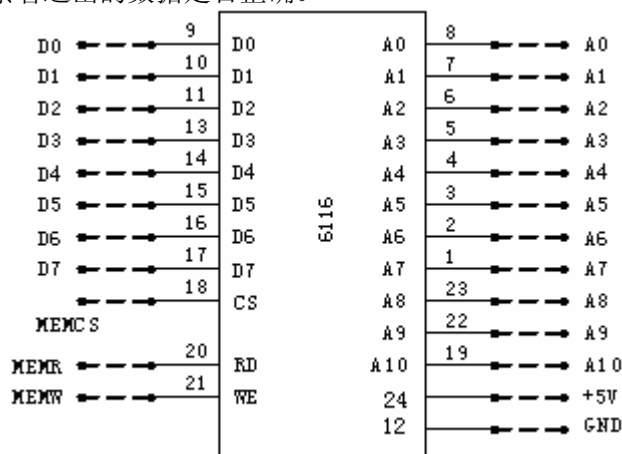

图 14-1
- 1、按照图14-1将实验箱通用插座D区6116连接好。编程将USB的6116缓冲区D4000H, 偏移量为0的一块数据循环写入字符A~Z, 用Block MODE DMA方式传送到实验箱的6116的缓冲区D6000H上, 并察看送出的数据是否正确。